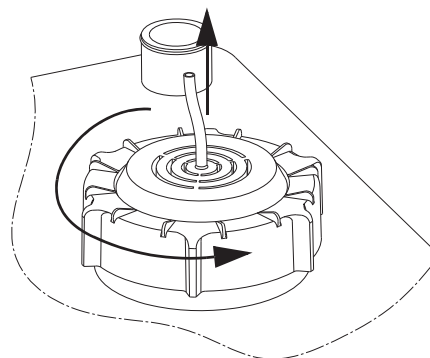

Рис. 19 Удаление трубки датчика
2. Ослабьте крышку с резьбой, повернув её против часовой стрелки. См. рис. 19.